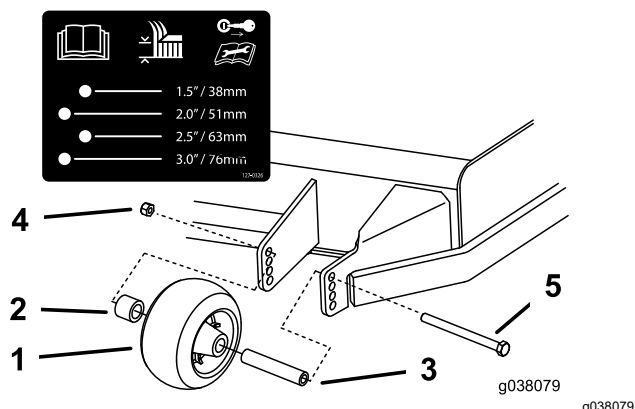

Figura 32
3. Ajuste os rolos antidanos como se mostra na Figura 32.